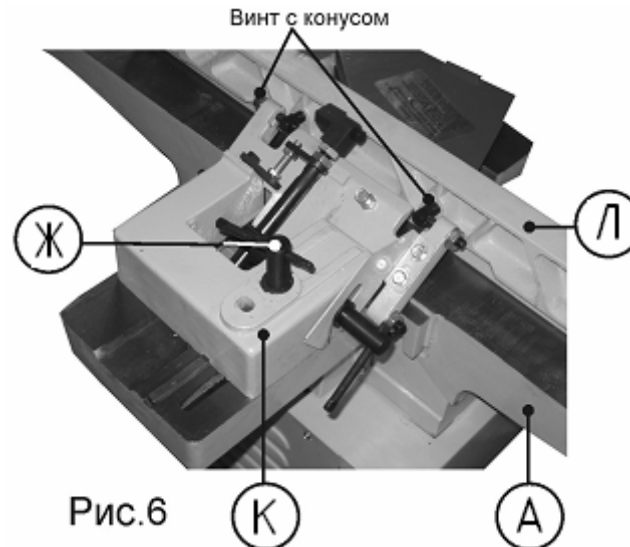

Рис.6
9.4. Установка узла направляющей планки (Рис. 6)